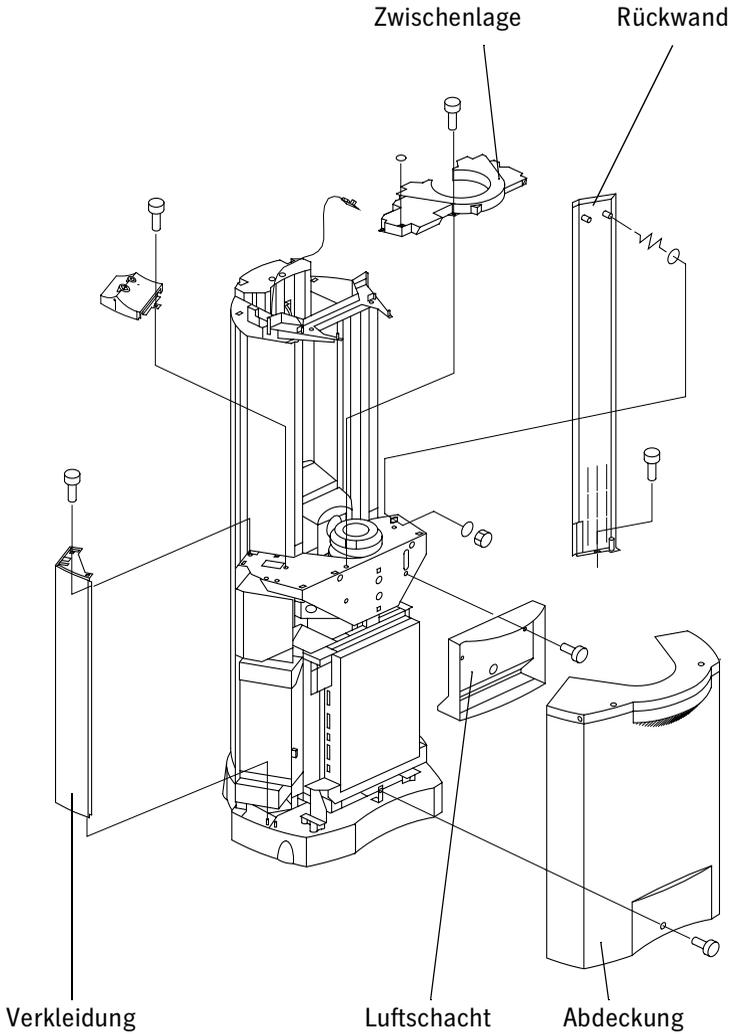

Bild 1
1. Abdeckung abschrauben (1x) und abziehen	siehe Bild 1
2. Verkleidung und Rückwand abschrauben (2x und 3x)	siehe Bild 1
3. Luftschacht und Zwischenlage abschrauben (2x und 3x)	siehe Bild 1